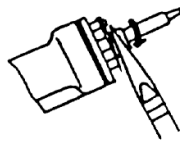

FIG. 2
3. Schroef de stiftenvergrendeling los (fig. 2 & 3).